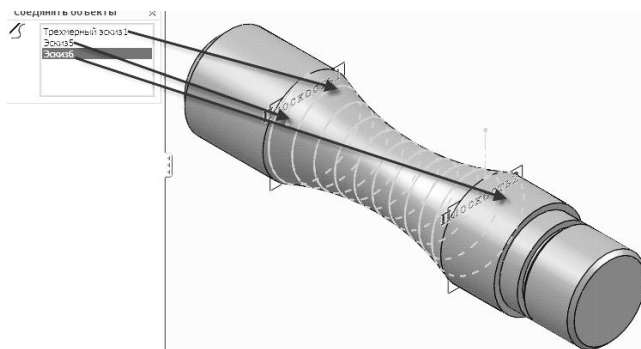

Рисунок 4.13
22. Поверніть деталь в положення ізометрії → оберіть на панелі інструментів «Поверхности» → **Кривые** → **Объединенная кривая** → PropertyManager у вікні «Соединить объекты» оберіть евольвенту на площині 1, евольвенту на площині 2 і гвинтову лінію (як показано на рис. 4.13) → ОК → Приховайте додаткові площини 1 і 2 (у дереві побудов).